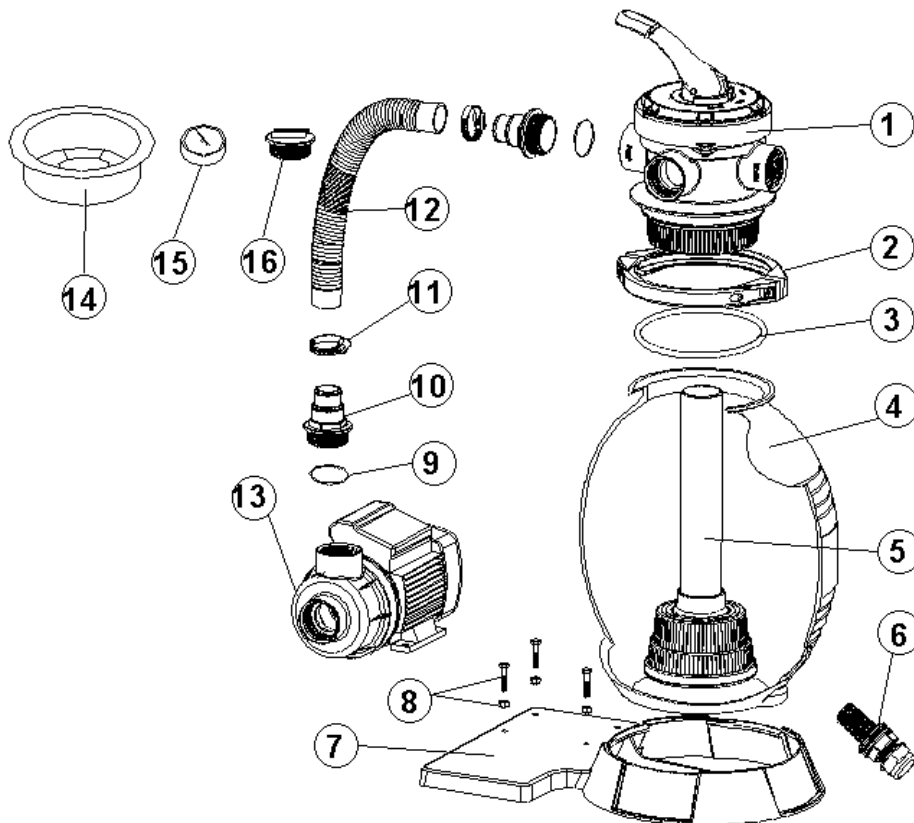

Abb. 8
Der Filterkorb (Abb. 8, Nr. 5) im Sandfilterbehälter (Abb. 8) sollte in **regelmäßigen Abständen** kontrolliert und gereinigt werden.
1. Entfernen Sie den Deckel (Abb. 8, Nr. 1) und heben Sie den Filterkorb mit Ausströmröhr (Abb. 8, Nr. 5) heraus.
3. Die Montage erfolgt in umgekehrter Reihenfolge. Überprüfen Sie die Dichtung des Deckels (Abb. 8, Nr. 3). Ersetzen Sie beschädigte Dichtungen unverzüglich.
4. Setzen Sie den Filterkorb mit Stabrohr (Abb. 8, Nr. 5) wieder ein.